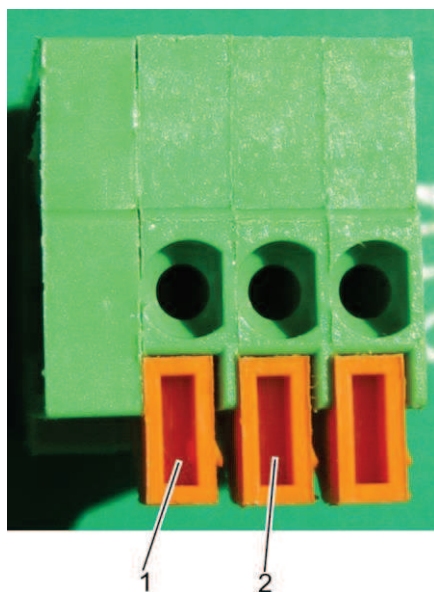

Abb. 19: Stecker für Temperaturfühler
5. Anschlussleitung vom Speichertemperaturfühler an der Platine des Geräts an den Klemmen 1 (Abb. 19/1) und 2 (Abb. 19/2) anklemmen.